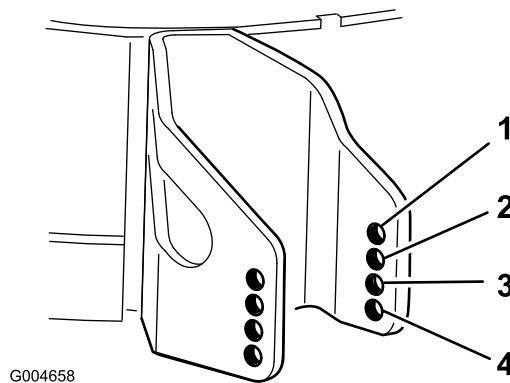

Figura 27
- Escolha a dimensão do orifício ideal para que o rolo anti-danos fique posicionado o mais próximo possível da altura-de-corte pretendida (Figura 27).